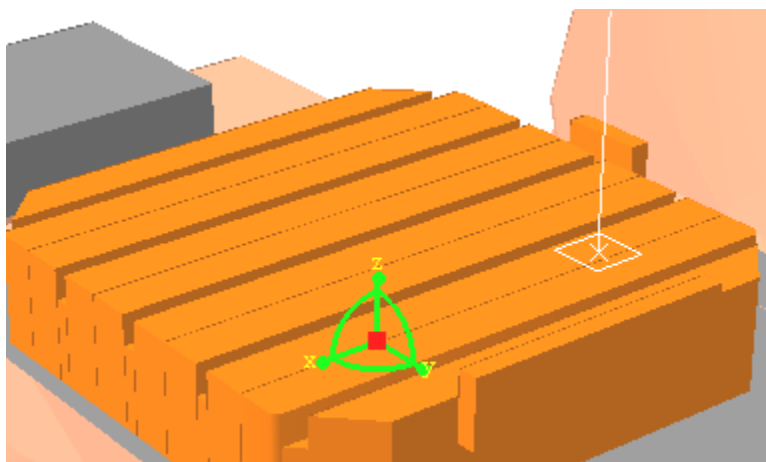

图 1-109 确定工作台的参考平面和参考点
d. 在工作窗口的三维视图中选中机床工作台, 又出现方形标记用于确定工作台的参考平面和参考点 (见图 1-109), 移动方形标记到适当的位置后单击确定。